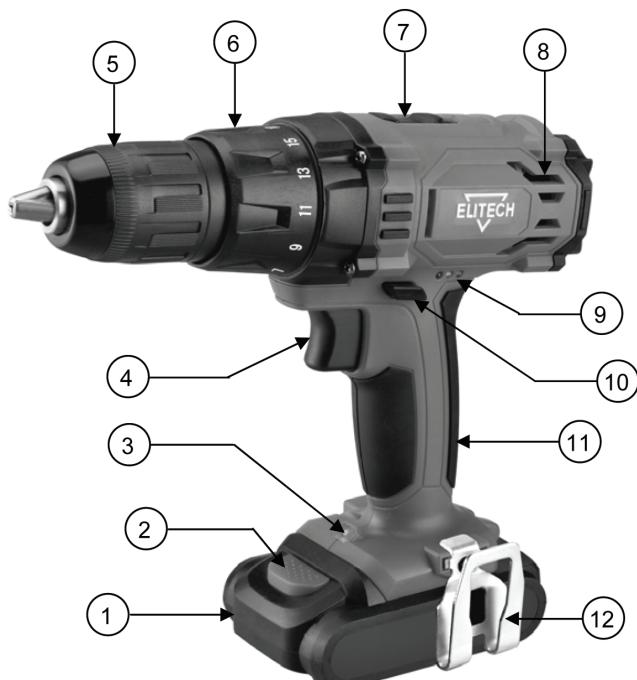

Рис. 1
- Извлеките аккумулятор 1 (Рис. 1) из прибора, нажав на кнопку разблокировки аккумулятора 2 (Рис. 1) и потянув аккумулятор из устройства.
1 способ: Нажмите на выключатель 4 (Рис. 1) и световые индикаторы 9 (Рис. 1) покажут уровень заряда.
Перед установкой аккумуляторного блока в инструмент, всегда проверяйте, что выключатель 4 (Рис. 1) работает надлежащим образом и возвращается в положение «ВЫКЛ», если его отпустить.
Данный инструмент имеет переключатель направления вращения 10 (Рис. 1). Для закручивания/вращения шпинделя по часовой стрелке нажмите на переключатель с правой стороны, против часовой – с левой стороны.
Для изменения скорости вращения шпинделя инструмента, сначала остановите инструмент, затем переведите рычаг переключения скорости вращения 7 (Рис. 1) в положение «2» для высокой скорости или в положение «1» для
Крутящий момент затяжки можно регулировать в 18 или 25 положениях, в зависимости от модели инструмента, путем поворота регулировочного кольца 6 (Рис. 1), чтобы его градации совмещались с указателем на корпусе инструмента. Крутящий момент затяжки минимален, когда цифра 1 совмещена с указателем, и максимален, когда цифра 18 или 25 совмещена с указателем.
Аккумуляторная дрель оснащена автоматической блокировкой шпинделя. Для замены рабочей оснастки поворачивайте втулку патрона 5 (Рис. 1) против часовой стрелки. Зажимные кулачки патрона разойдутся. Вставьте оснастку (сверло или биту) в зажимной патрон как можно глубже. Затем поворачивайте втулку патрона по часовой стрелке для затяжки кулаков патрона. Крепко затягивайте оснастку в патроне, чтобы она не вылетела из патрона в процессе работы.
Аккумуляторная дрель оснащена светодиодной подсветкой 3 (Рис. 1), которая активируется каждый раз, когда происходит нажатие на выключатель 4 (Рис. 1) и продолжает гореть в течение 3 секунд после того, как Вы отпустили выключатель. Луч света направлен на рабочую зону и освещает ее при недостаточном освещении.